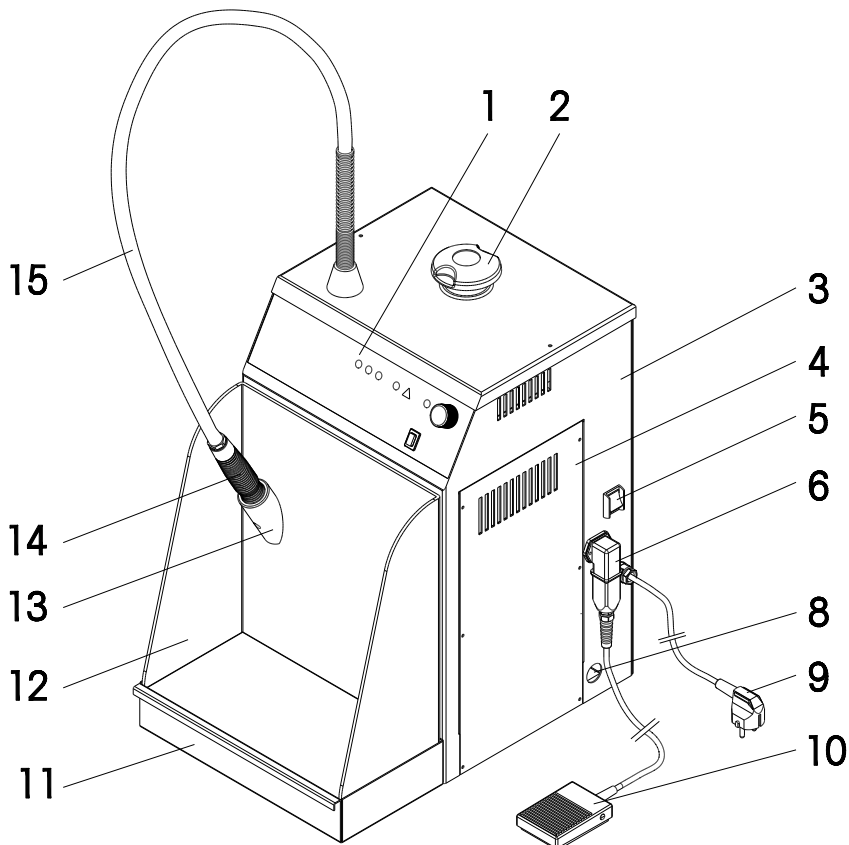
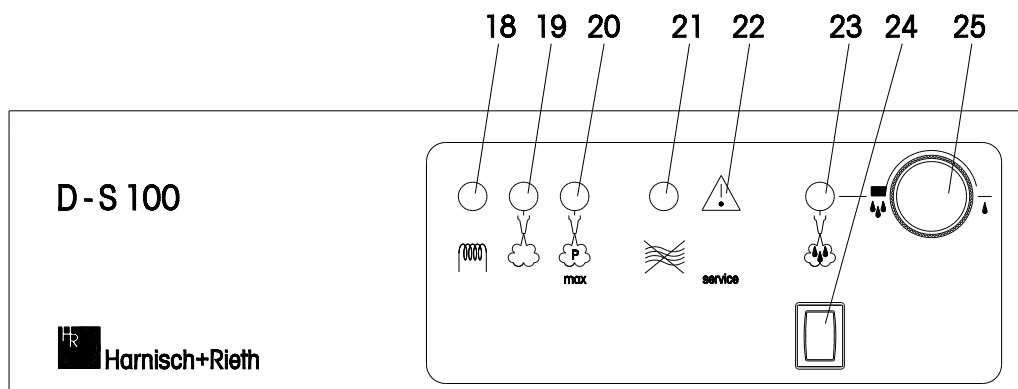

Abb. 1: Geräteansicht von rechts
Abb. 6: Blende
(siehe Seite 4 Abb. 1 und Seite 7 Abb. 6)
1. Den Wasserablassschlauch mit der mitgelieferten Schlauchschelle an den Abflusshahn befestigen. Der Abflusshahn befindet sich im unteren Bereich des Gerätes. Vor dem Befestigen des Wasserablassschlauchs den Boden abnehmen. Den Wasserablassschlauch durch die Öffnung (8), siehe Seite 4 Abb. 1, in der rechten oder linken Seitenwand durchführen.